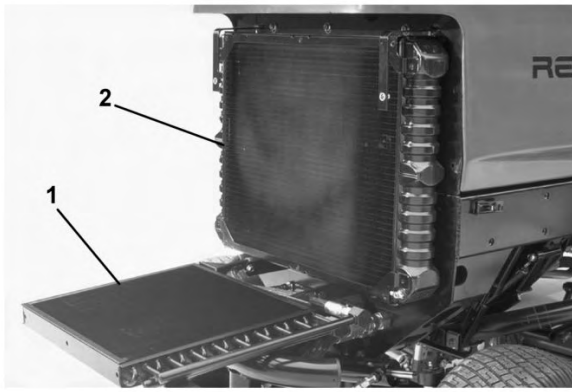

Figura 73
3. Desenrosque los pomos y gire hacia atrás el enfriador de aceite (Figura 73). Limpie a fondo ambos lados del enfriador de aceite y la zona del radiador con aire comprimido. No utilice agua. Abra el capó y expulse los residuos hacia la parte trasera de la máquina. Gire el enfriador a su posición inicial y apriete los pomos.